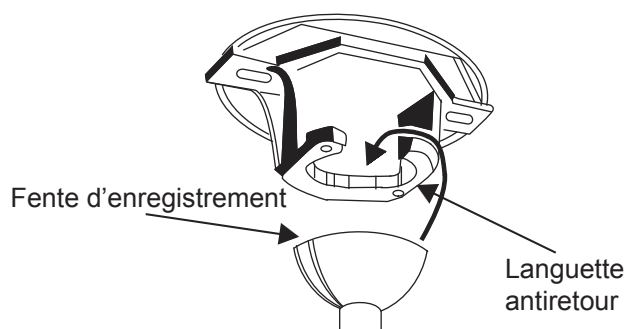

Fig. 11
Étape 10. Soulevez le moteur en position et placez la boule de suspension dans le support de montage au plafond. (Fig. 11)
Tournez tout l'assemblage jusqu'à ce que la « languette antiretour » tombe dans la « fente d'enregistrement » et repose fermement. (Fig. 11)